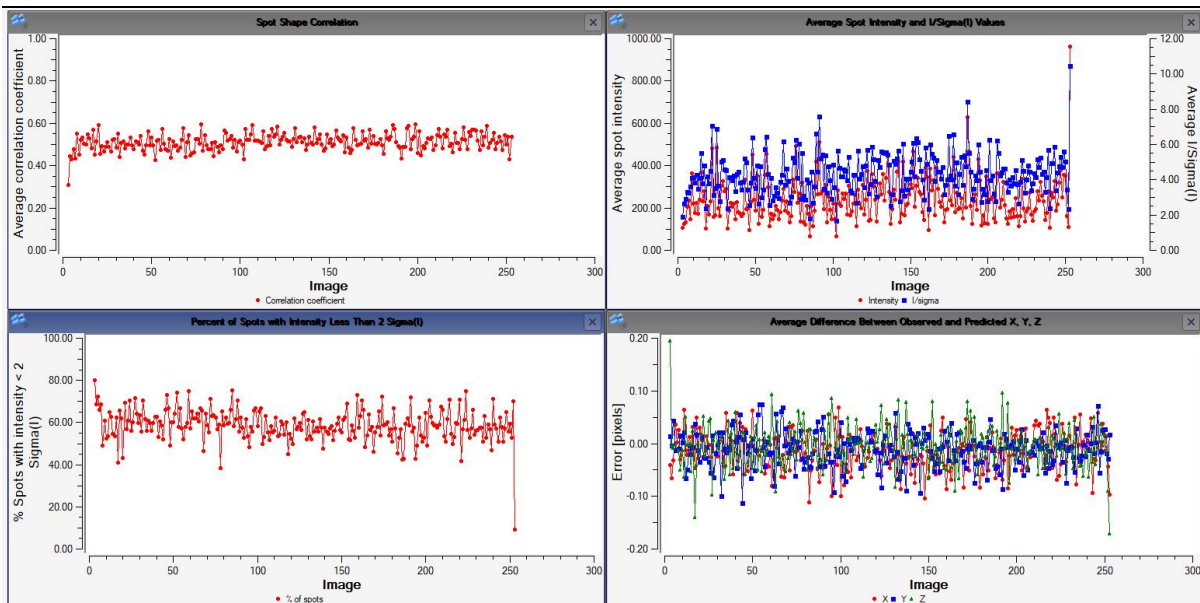

Figure 25. 评估积分情况的几个参数
- spot shape correlation, 对于较好的数据, 这条线一般会稳定在 0.6 甚至 0.8 以上, 0.4~0.6 之间, 一般为较差的数据, 0.4 以下的数据几乎无意义, 不建议收集 (Figure 25 左上角)
- Pixel Errors 应该平均而言在 ± 0.2 之间 (Figure 25 右下角)
- average I/sigma 应该在 3 以上 (Figure 25 右上角)
- %spot intensity < 2sigma, 一般而言该数据在 0.6 以下时, 结果较好, 高于 80% 不建议收集 (该图可以通过勾选右上角 Per-image Statics 下的 % spot intensity < 2sigma(I) 得到, 在 Figure 25 左下角)